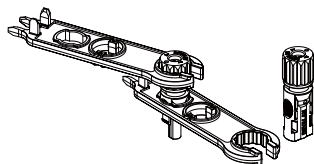

Figura 3.5 Conector com porca de capa aparafusada
c) Prenda o pino de contato na seção superior do conector e aperte a porca de capa também. (conforme mostrado na figura 3.5).